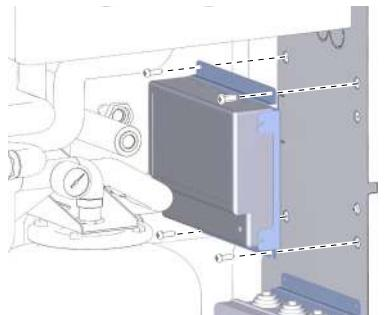

fig. 65 -
5. Fissare le 2 viti inferiori al fianco destro dell'armadio senza avvitarle completamente per consentire il montaggio in appoggio della staffa tramite le asole inferiori (vedi "fig. 65 -")
6. Montare l'assieme, quindi fissarlo con le 2 viti superiori (vedi "fig. 65 -").